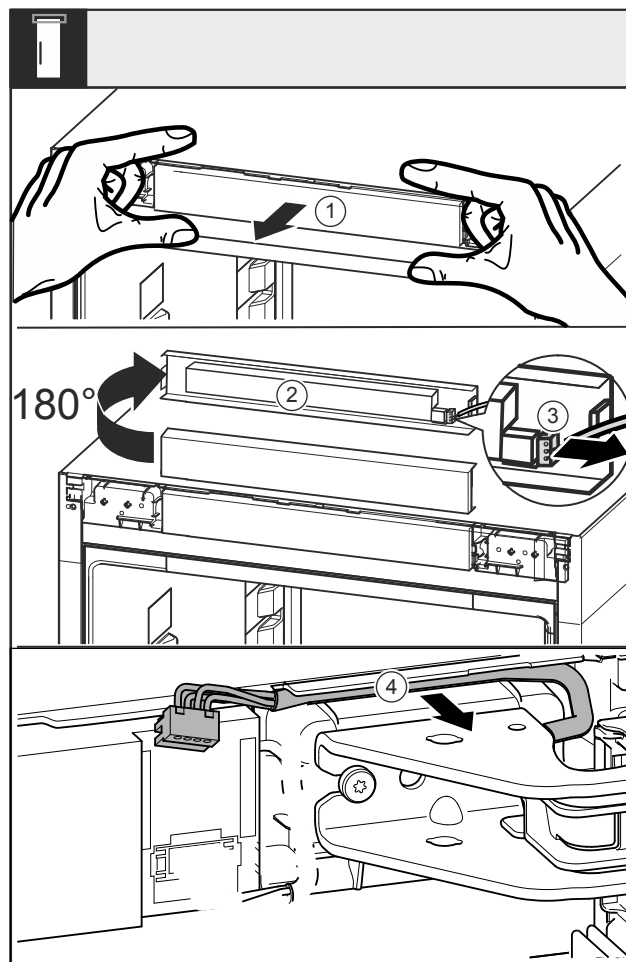

Fig. 16
- Allentare la maschera Fig. 16 (1) in avanti.
- Ruotare la maschera Fig. 16 (2) verso l'alto di 180°.
- Spingere il naso di arresto sulla spina Fig. 16 (3) all'indietro ed estrarre con cautela la spina.
- Allentare il cavo Fig. 16 (4) dalla guida passando attraverso il blocco di supporto.